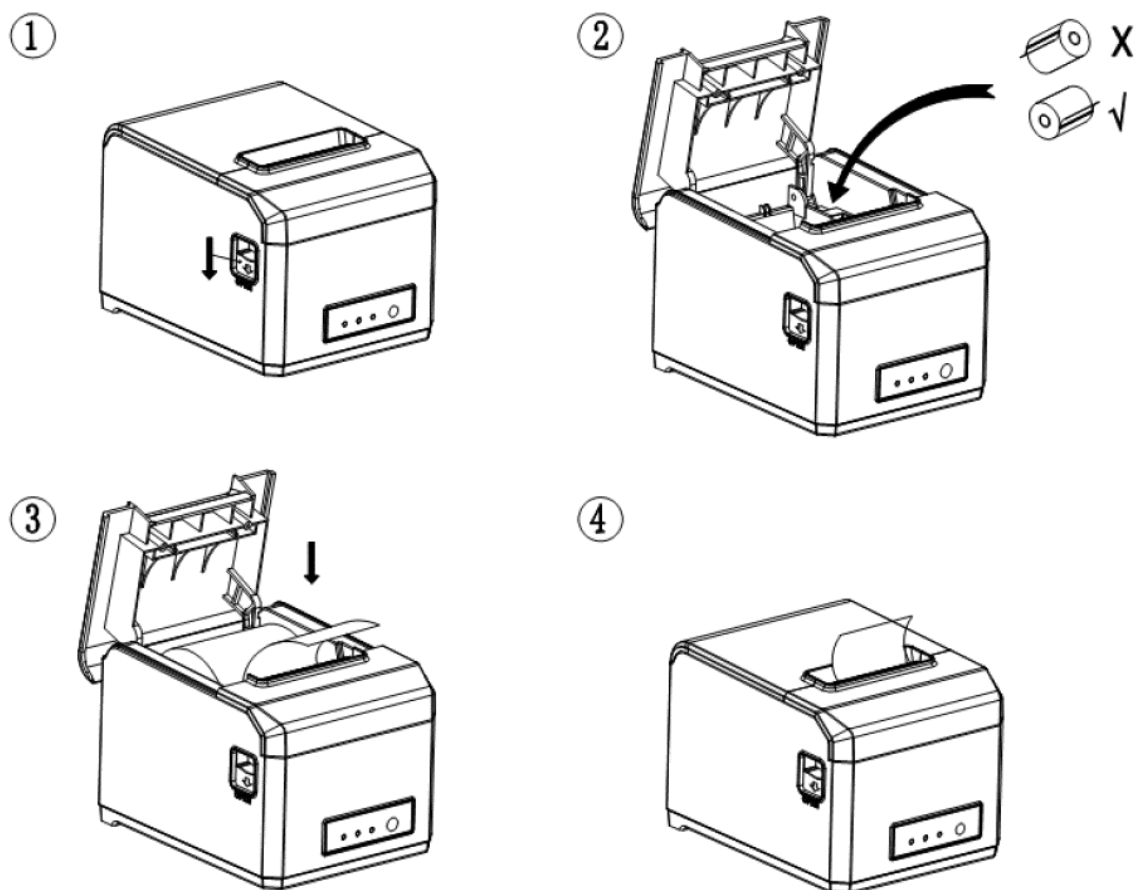

Рисунок 2.2 – Установка чековой ленты в ККТ
2.5.1 Заправка чековой ленты в печатающее устройство производится следующим образом (рисунок 2.2).